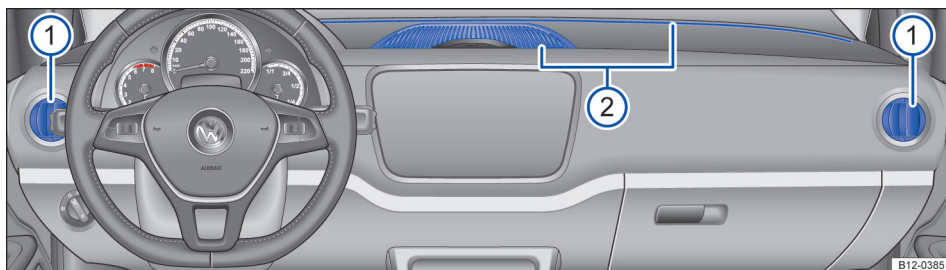

Fig. 74 No painel de instrumentos: difusores de ar.
Para que uma potência de aquecimento, uma refrigeração e uma entrada de ar suficientes sejam atingidas no interior do veículo, nunca fechar os difusores de ar completamente → Fig. 74 ①.
- Para abrir os difusores de ar ①, pressionar na parte superior do difusor de ar.
Há outros difusores de ar, não reguláveis, encontram-se no meio do painel de instrumentos → Fig. 74 ②, nas áreas para os pés e na parte traseira do interior do veículo.